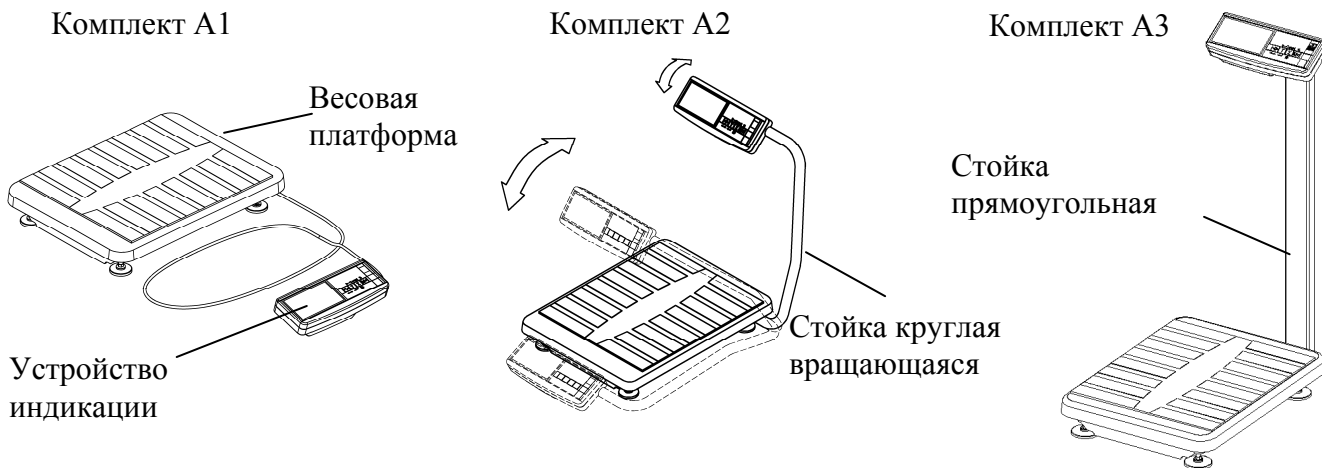

Рисунок 5.1 - Внешний вид весов
5.1 Весы состоят из весовой платформы и устройства индикации. В зависимости от способа установки устройства индикации весы поставляются в следующих комплектах (рисунок 5.1):
- вращая стойку (рисунок 5.1) установить ее в удобное для работы положение и зафиксировать, плотно затянув винты в кронштейнах основания (восемь винтов). На входе в стойку оставить припуск кабеля длиной 20÷30 мм;